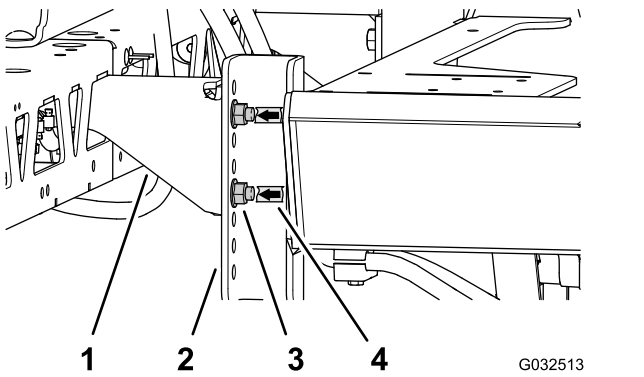

Figura 68
3. Utilice un trozo de cinta para marcar los orificios donde los 4 pernos con arandela prensada (1/2" x 1-1/4") y las 4 tuercas con arandela prensada (1/2") sujetan los soportes de la sección de brazo central a los perfiles de montaje de la máquina (Figura 68).